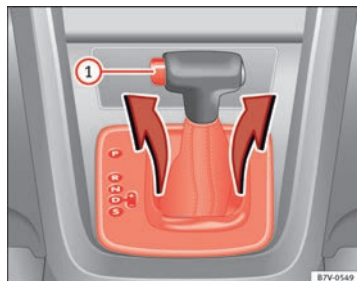

Fig. 197 Smontare il rivestimento dell'indicatore delle marce.
- Tirare la copertura verso l'alto afferrandola nella zona del parapolvere della leva selettoria ⇒ fig. 197.
- Premere il tasto di blocco ⇒ fig. 197 ① sul pomello della leva selettoria e spostare la leva in posizione **N**.